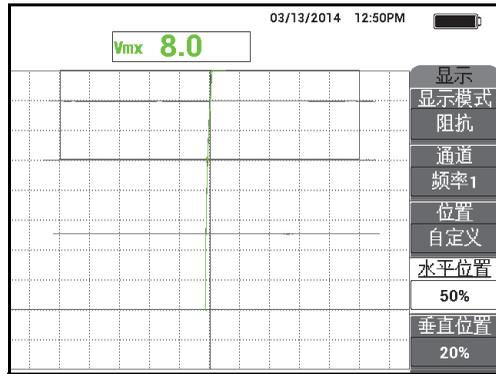

图 5-90 使用垂直信号偏转情况评价未知厚度
11. 按住 REF SAVE（参考保存）键（），然后按清屏键（），清除实时信号（参见第 178 页的图 5-90）。